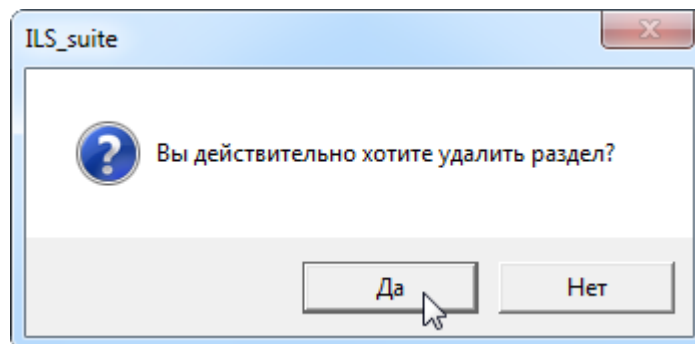

Рис. 13-17 – Подтвердите удаление раздела
- 2) В открывшемся окне нажать кнопку «Да», чтобы подтвердить действие (рис. 13-17).